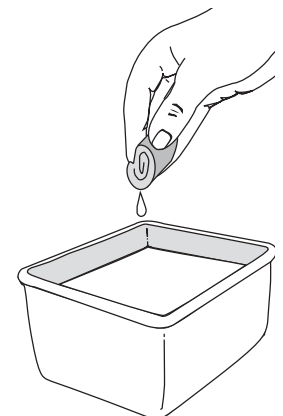

Fig. 22
3. Lavez le filtre dans un mélange d'eau et de détergent (Fig. 22). Rincez le filtre abondamment. Essorez l'excédent d'eau. Laissez sécher complètement.